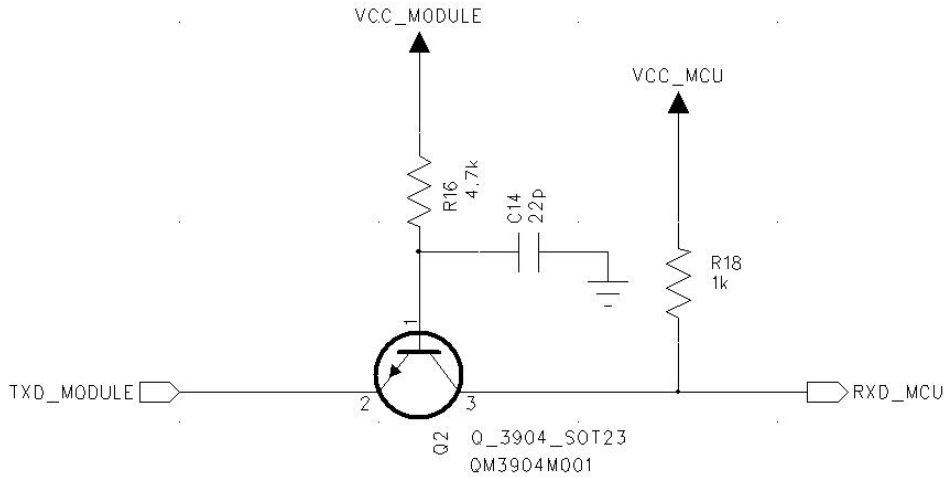

图 6-4 UART 接口 RX 电平转换参考设计
3.单片机作为上位机：如果单机电源与模块电源不一致时需要使用电平转换芯片，例如如图 6-4/6-5 所示，使用三极管实现电平转换，图中电阻仅为示意，设计时请重新计算。图中的二极管为肖特基二极管（前向压降为 0.3V），如果选用其它二极管请选择前向压降小的，以保证在输入低电平时，RXD_module 的电平在低电平输入阈值以下。